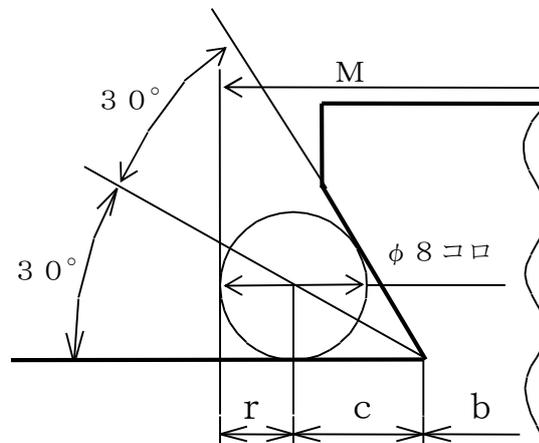

図10・3
- ③ 図10・4の寸法X 2 3.4 6 mmの算出根拠は、次のとおりである。